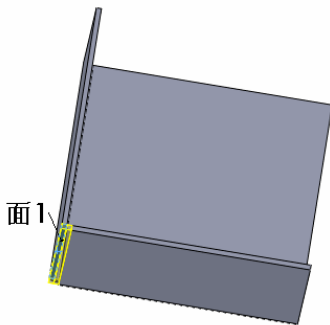

图 9-101 选择需要延伸的面
- ① 选择菜单栏中的“插入”→“钣金”→“闭合角”命令,或者单击“钣金”工具栏中的“闭合角”图标。弹出“闭合角”属性管理器,选择需要延伸的面,如图 9-101 所示。